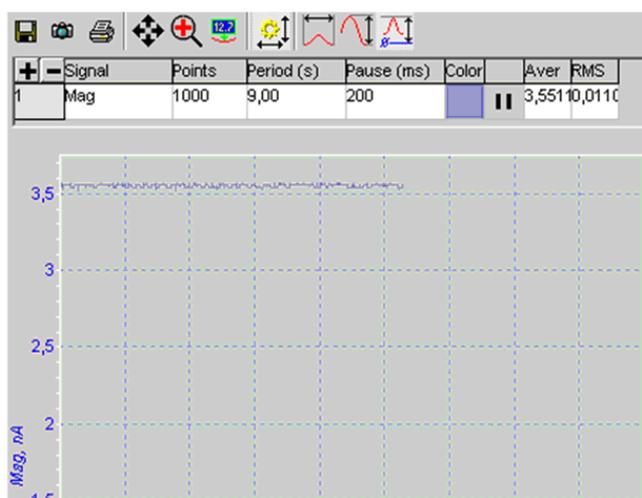

Рис. 10-39
7. Изменяя напряжение генератора (параметр **Amplitude**) и наблюдая за изменением сигнала **Mag** на осциллографе в области дополнительных операций, выставьте величину измеряемого сигнала **Mag** равной $2\div 5$ нА (Рис. 10-39).